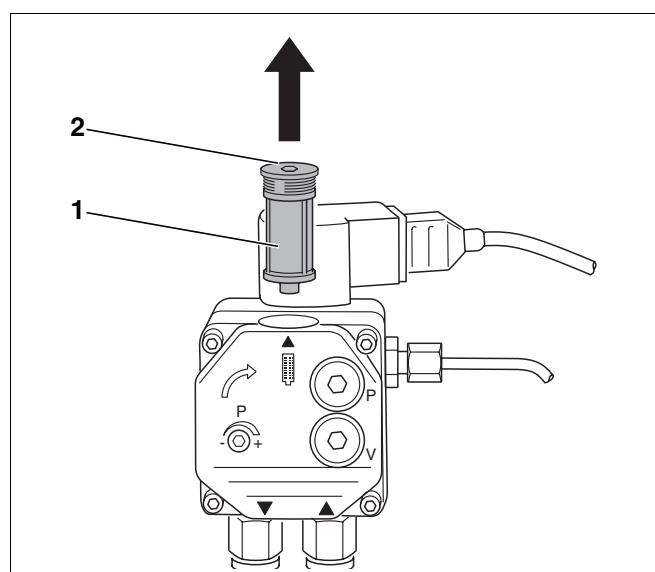

Рис. 27 Проверка фильтра топливного насоса Danfoss
- Открутить расположенный сверху винт с внутренним шестигранником (рис. 27, поз. 2).
- Вынуть вверх фильтр топливного насоса (рис. 27, поз. 1).
- Очистить фильтр топливного насоса (рис. 27, поз. 1) промывочным бензином, если требуется, заменить его, и вновь установить на прежнее место.